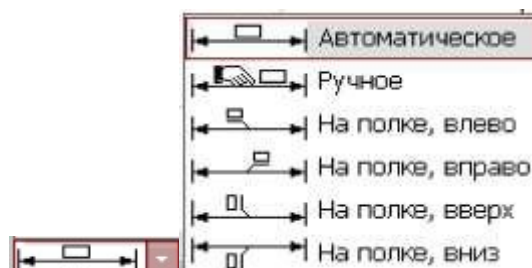

Рисунок 6.6 – Выбор способа размещения размерной надписи
3)- список, позволяющий указать нужный способ размещения размерной надписи (рисунок 6.6).